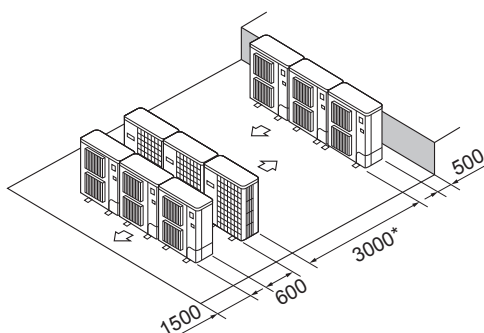

Fig. 2-14
- ⑥ Розміщення блоків на кількох паралелях (Fig. 2-14)